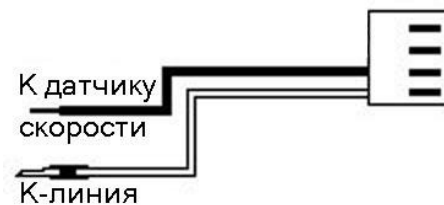
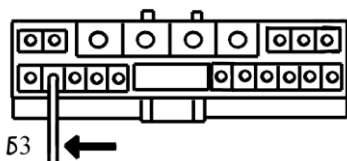
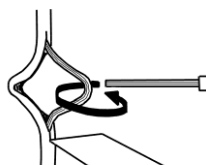

Рис. 7
Рис. 8
Рис. 9
- 14) Протяните чёрный провод, который идёт в поставке (рис. 7), в правый нижний угол автомобиля. Найдите жгут с разъёмом и подключите чёрный провод от бортового компьютера к 2 контакту (бело-зелёный провод) разъёма, который идёт на спидометр (рис. 8). Родной провод рекомендуется не отрезать, а разрезав изоляцию скрутить с проводом (по возможности спаять) и заизолировать (рис. 9). Если у вас Lanos DOHC 1.6 и нет разъема (рис. 8), тогда подключаем, как показано на рисунке 11. Если ЭБУ подключается 2-мя 32-х контактными разъёмами, то чёрный провод подключаются к 10 контакту. Т.е. если мы смотрим на ЭБУ, справа у нас красный разъём, то на белом подключаем к 10-му верхнему контакту.
- 16) Подсоедините этот провод в точку «М» диагностического разъёма со стороны подключения диагностического тестера (рис. 10(A) для Ланоса или рис. 10(Б) для Ланос Шевроле). Родной провод рекомендуется не отрезать, а разрезав изоляцию скрутить с проводом компьютера (по возможности спаять) и заизолировать (рис. 9).